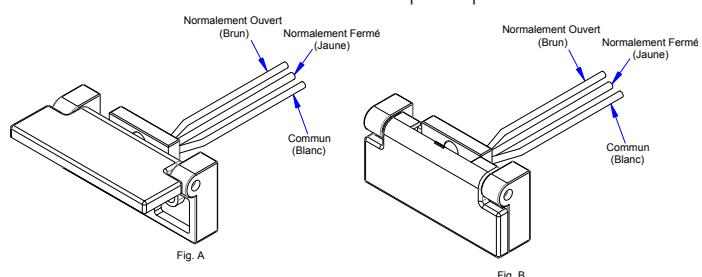

Figure 9.1 Connexion du pêne demi-tour Forme C (optionnel)
- La figure 9.1 montre la connexion optionnelle Forme C.